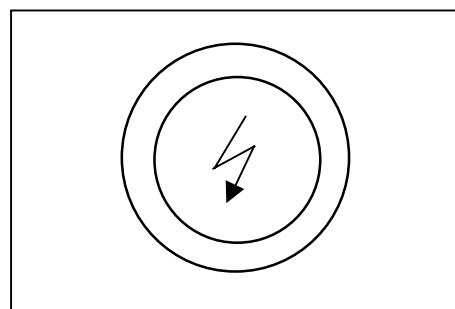

fig. 12
2. En même temps, appuyez sur le bouton d'allumage électronique (fig. 12) pour obtenir des étincelles. Maintenez le bouton enfoncé jusqu'à apparition de la flamme (une étincelle se produit environ toutes les secondes).